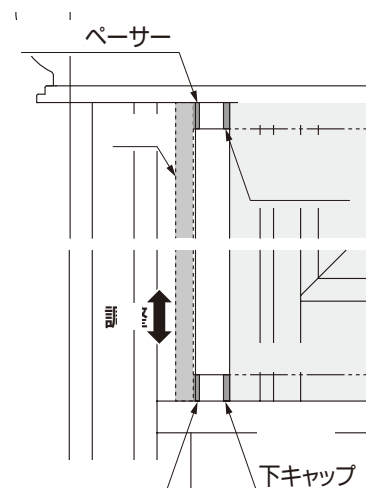

図3-10 縦枠の高さ調整
- 縦枠スペーサーとパネル下キャップの高さが合うように縦枠の高さを調整してください。(図3-10参照)